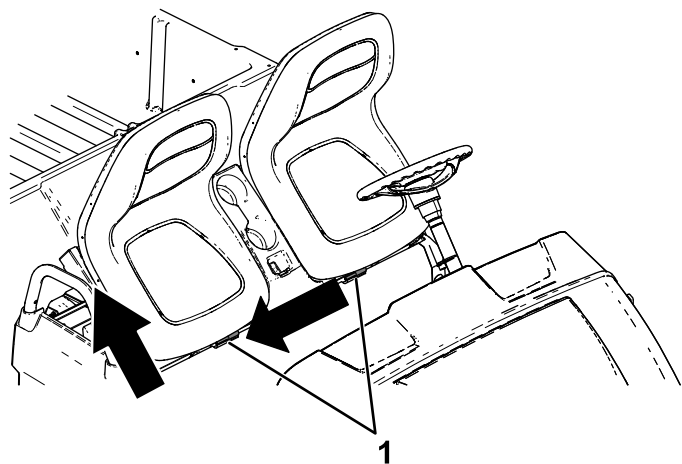

図 28
2. 座席アセンブリを横にスライドさせてピンから外して吊り上げる 図 28。